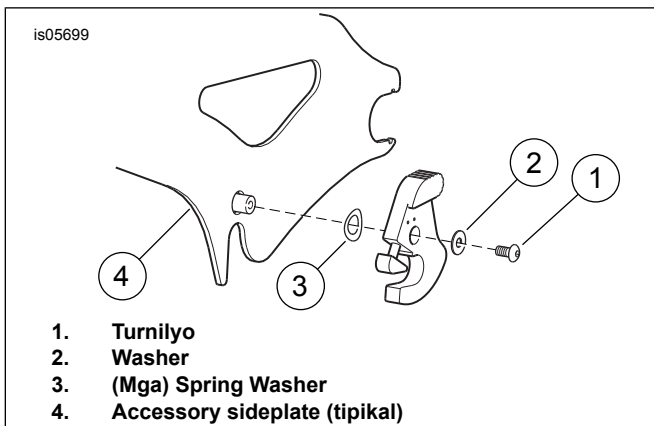

Figure 2. Alisin ang Latch (Ipinakikita ang Pagkakabit ng Panlabas na Kanan)
2. Tingnan ang Figure 2 . Tanggalin ang turnilyo (1) at washer (2) mula sa latch na pinapalitan. Itabi ang turnilyo at washer para sa pagkakabit.